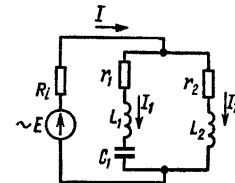

рис. 7
8. Параметри паралельного контуру (рис.7) мають такі значення: $r_1 = 1 \text{ Ом}$, $L_1 = 25 \text{ мкГн}$, $C_1 = 1600 \text{ пФ}$, $r_2 = 4 \text{ Ом}$, $L_2 = 150 \text{ мкГн}$. Знайти частоти резонансу струмів, напруг і опору кола за цих частот. Чому дорівнює добротність контуру і еквівалентна добротність при його підключенні до генератора з внутрішнім опором $R_g = 20 \text{ кОм}$.